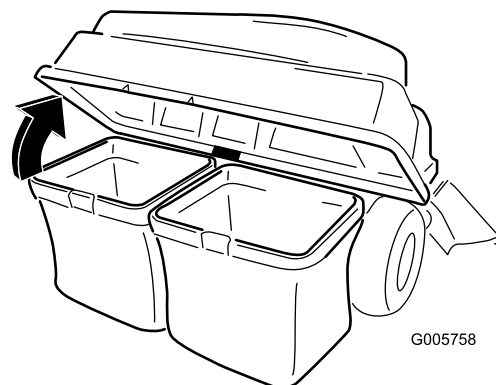

Figura 33
3. Abra (eleve) a parte superior do depósito de recolha de relva (Figura 33).